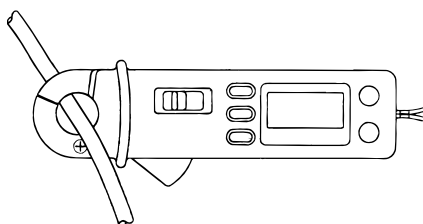

Рис. 6.1
6. При измерении постоянного тока результат будет положительный при направлении тока от лицевой панели к тыльной, как показано на рис. 6-1.